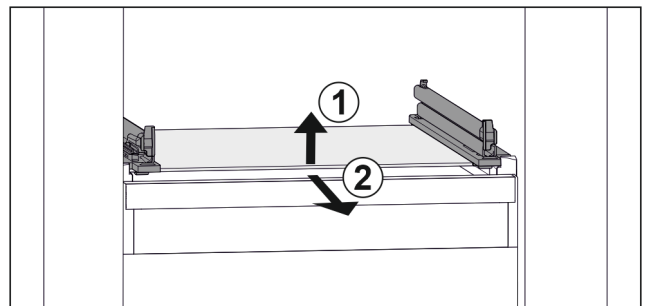

Fig. 121 Приблизне відображення скляної пластини
- ▶ Підняти скляну пластину спереду. Fig. 121 (1)
- ▶ Вийняти скляну пластину рухом вперед. Fig. 121 (2)